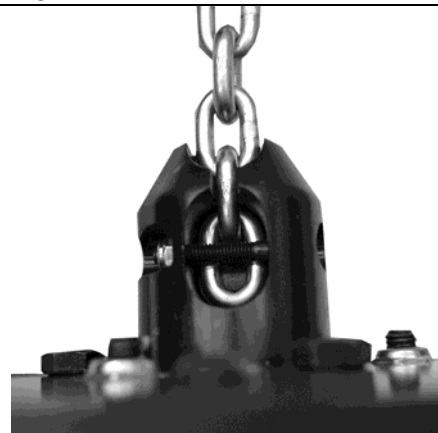

Figura 2-19
- 4) Dopo l'installazione della catena, fissare il posizionatore alla manopola (Cfr. Figura 2-19).